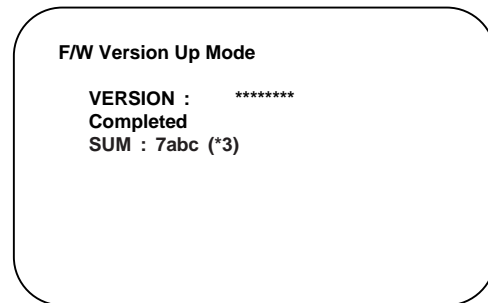

Fig. 3-2-5 Ecran du mode de programme terminé
5. A la fin de la programmation, le tiroir s'ouvre automatiquement. La Fig. 3-2-5 s'affiche à l'écran et la somme totale dans (*3) Fig. 3-2-5 apparaît sur le VFD. (Fig. 3-2-6)